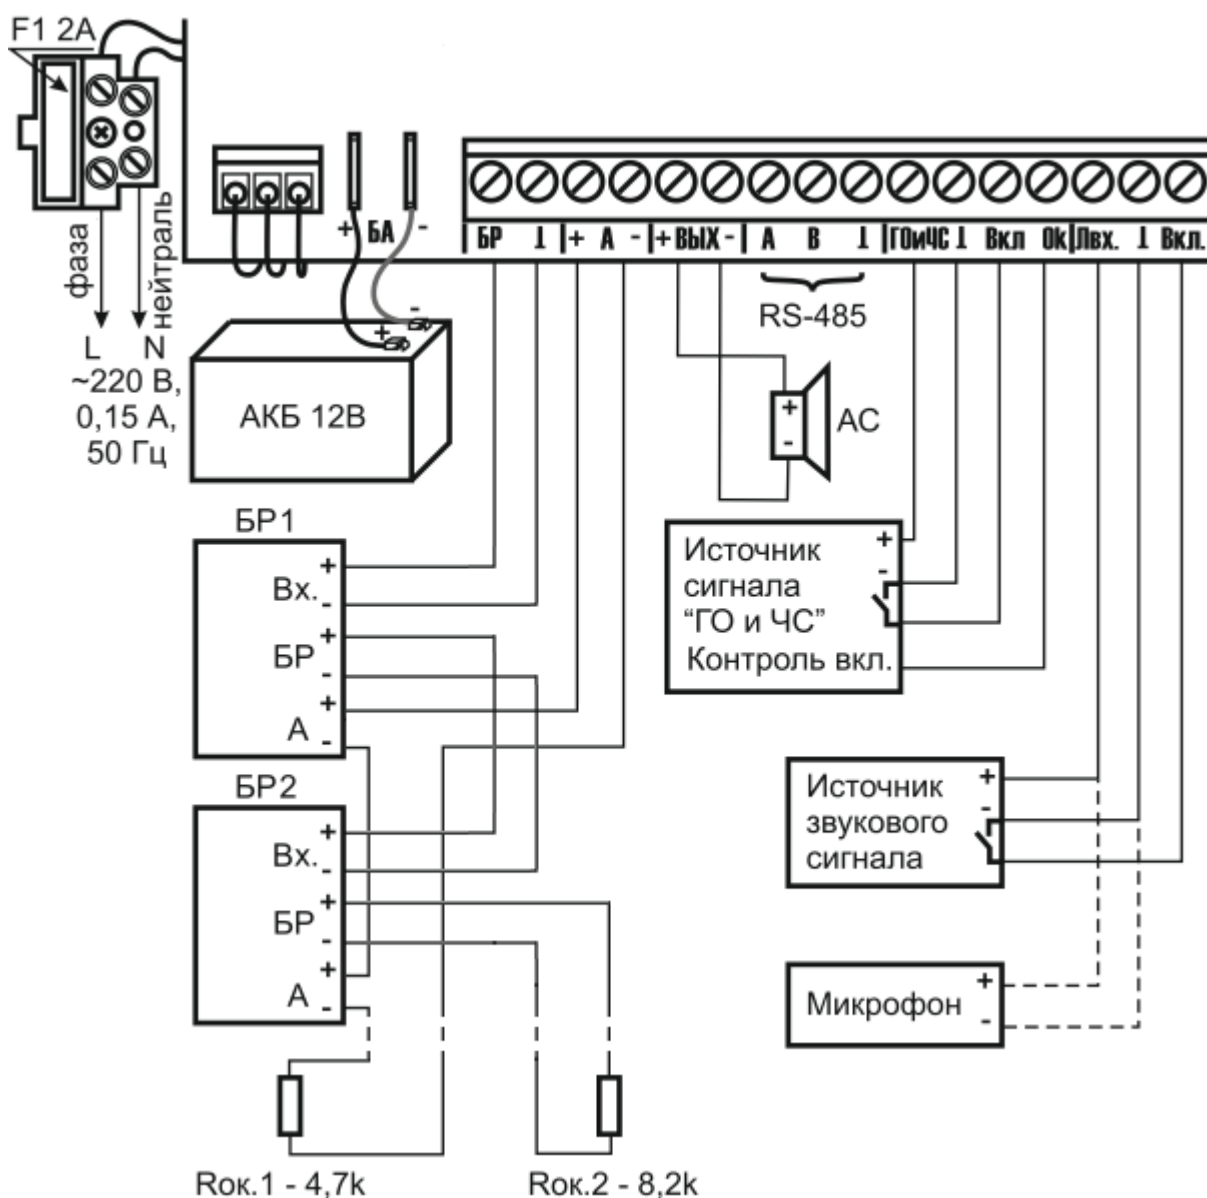

Рис. 2. Схема подключения
4.4.5 В случае использования блоков расширения подключить выход «БР» к входам данных блоков. В конце линии установить оконечный резистор 8,2 Ком. Далее соединить все входы «+ А -» блоков расширения последовательно и через оконечный резистор 4,7 КОм подключить их к выходу контроля блоков расширения, как показано на Рис. 2.
\* под неисправностью понимается неисправность любого из блоков расширения, подключенных к цепи контроля (см. Рис. 2) или обрыв непосредственно самой цепи контроля блоков расширения.